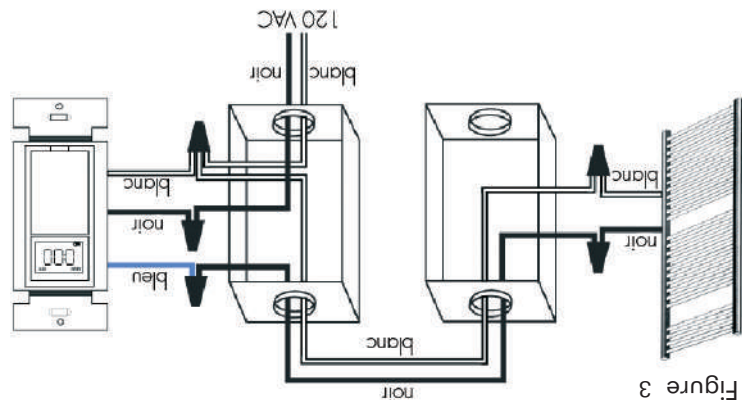

Figure 3
Étape 1 Exigences générales (voir figure 3)